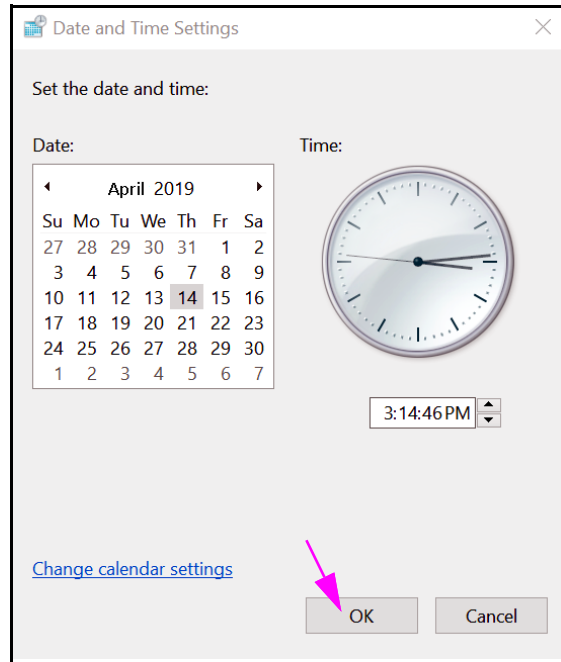

Figure 2-35. Boîte de dialogue Date and Time Settings (Réglage de la date et de l'heure)
2. Cliquez sur le bouton **Change date and time (Changer la date et l'heure)...** La boîte de dialogue Date and Time Settings (Réglage de la date et de l'heure) s'affiche. Voir Figure 2-35.